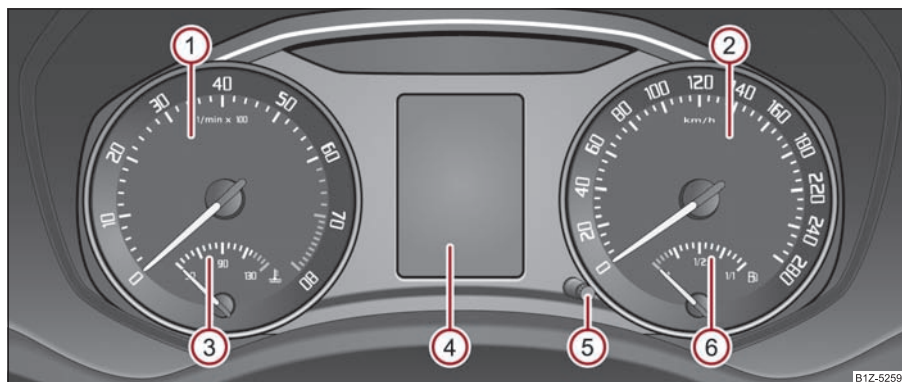

Fig. 15 Strumento combinato
La zona rossa del contagiri ① ⇒ fig. 15 segnala per tutte le marce il numero di giri massimo ammesso per il motore rodato e alla temperatura di esercizio. Prima di raggiungere la zona rossa del contagiri è opportuno innestare la marcia superiore. La centralina di gestione del motore limita il numero di giri su un valore che impedisce rischi di danneggiamento.
L'indicatore di temperatura liquido di raffreddamento (3) ⇒ pag. 15, fig. 15 è operativo solo con accensione inserita.
L'indicatore di riserva carburante (6) ⇒ pag. 15, fig. 15 è attivo solo con accensione inserita.
Tenere premuto il tasto di reset (5) ⇒ pag. 15, fig. 15 per circa 1 secondo. Il contachilometri parziale viene azzerato.
Il rest può avvenire anche nel modo seguente: Premete il pulsante **(5)** ⇒ pag. 15, **fig. 15**, tenetelo premuto, inserite l'accensione, rilasciate il pulsante e giratelo verso sinistra o destra.
Per regolare l'orologio intervenire sulla manopola **(5)** ⇒ pag. 15, **fig. 15**. ▶